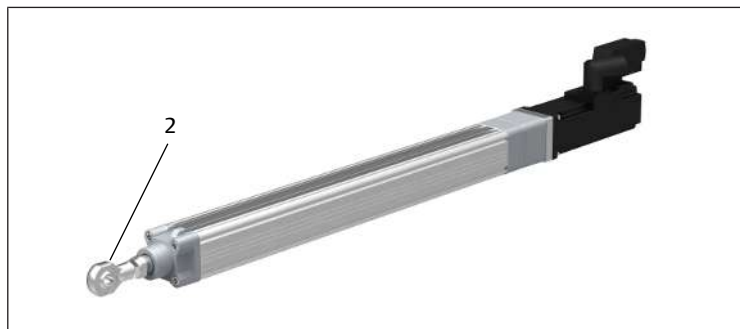

Fig. 8: Prensagem da cabeça da junta ao tubo de impulso
2. Fixe a cabeça do garfo ou a cabeça da junta (2) ao tubo de impulso. Consulte → Fig. 8.